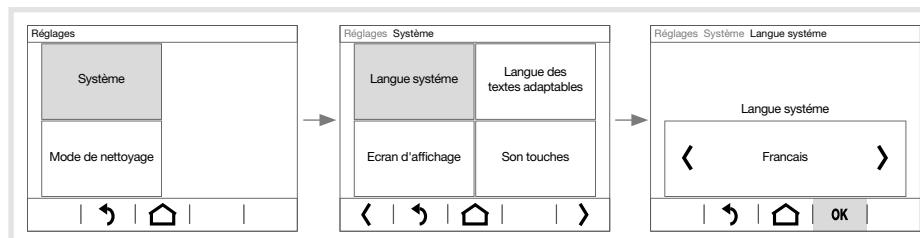

Figure 5 : Exemple de réglage de la langue du système
L'affichage passe à une autre page sur laquelle une nouvelle sélection doit s'opérer, ou directement pour le réglage du paramètre (figure 5).
- Avec / , augmenter/diminuer la valeur du paramètre, avec /, faire défiler selon une valeur prédéfinie (figure 5) ou avec **ACTIVE** / **ARRETE**, activer/désactiver le paramètre (tableau 1).